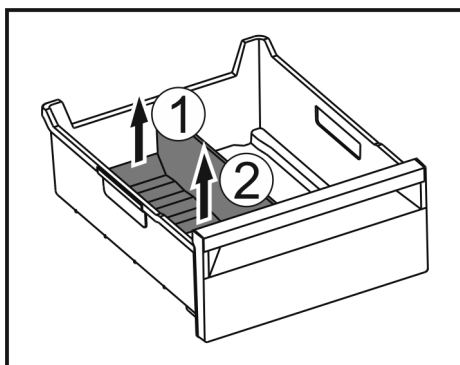

Fig. 126
- Løft opp baksiden av isrom-deleren. Fig. 126 (1)
- Ta ut isrom-deleren oppover. Fig. 126 (2)